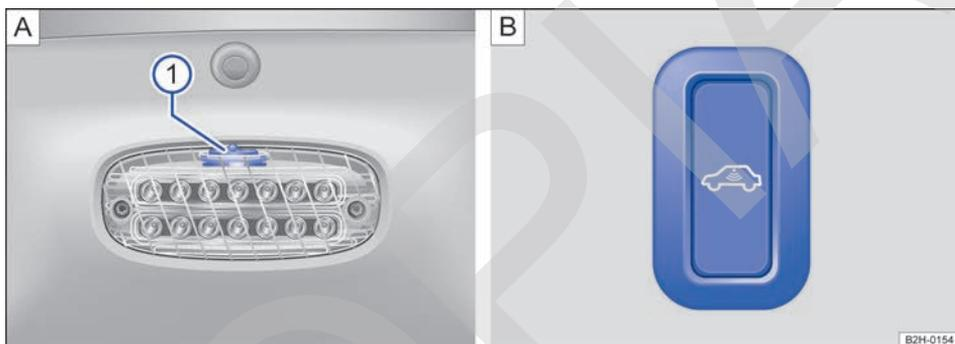

Fig. 79 Mando de la luz del techo rígido: **A**: encima de la luneta trasera abatible y **B**: en el lado izquierdo del vehículo cerca de la luneta trasera abatible.
La luz del techo rígido no puede encenderse cuando el mando → fig. 79 ① A se encuentra en la posición central.